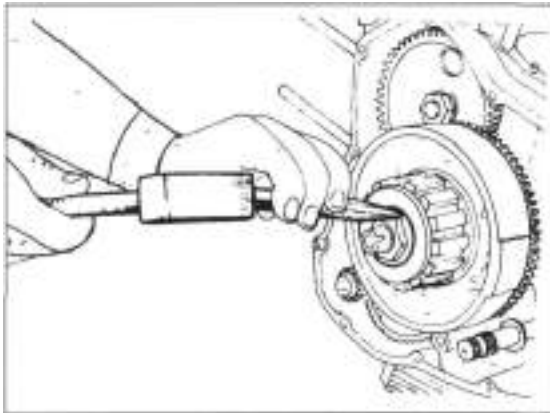

Bild 75
- Sicherungsblech der Rotormutter flachbiegen (Bild 75).